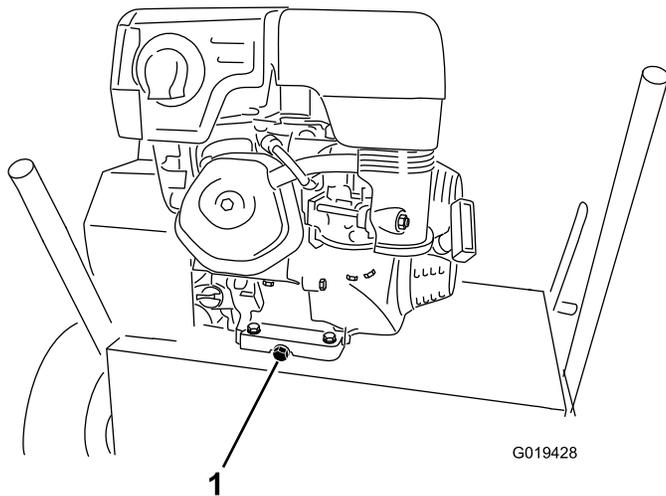

Figura 15
4. Togliete il tappo di spurgo (Figura 15).